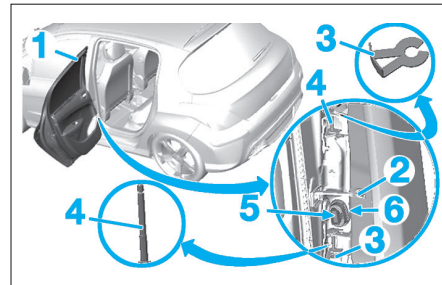

Fig. 168
- Ouvrir la porte arrière (1) (Fig.168).
- Déposer la vis (2) et le l'agrafes (3).
- Débrancher le connecteur (5) du connecteur (6).
- À l'aide de l'outil [1], caler la porte arrière (1).
- Déposer les axes (4).